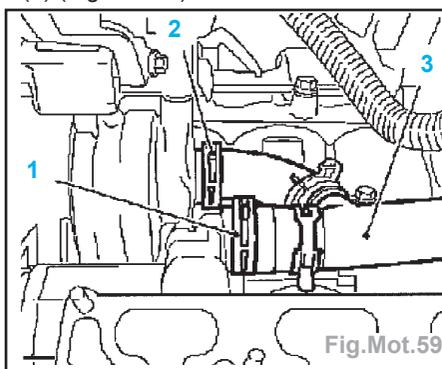

Fig.Mot.59
- Desserrer le tube de liquide de refroidissement (3) de la tubulure du liquide de refroidissement (1) et de la pompe (2) (Fig.Mot.59).